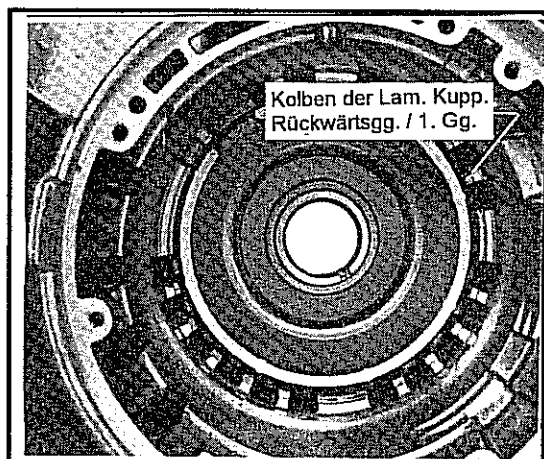

Abb. 10-114 Montage des Betätigungskolbens für Lamellenkupplung Rückwärtsgang und 1. Gang
- Mit Spezialwerkzeug J-21420-I die Aufnahme der Federn herunterdrücken und den Sprengring mit Sprengringzange einsetzen. Siehe hierzu Abb. 10-114.